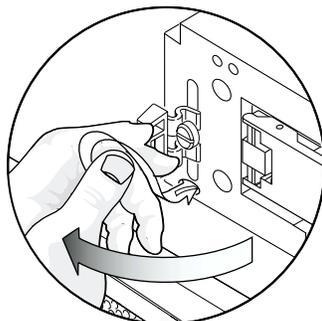

図 5-9 つなぎ具を一方の方向に押して、先端の一部が見えている状態
- 次に、つなぎ具を一方の方向に押して (図 5-9 を参照)、先端の一部がシャーシの穴から出てくるようにします。